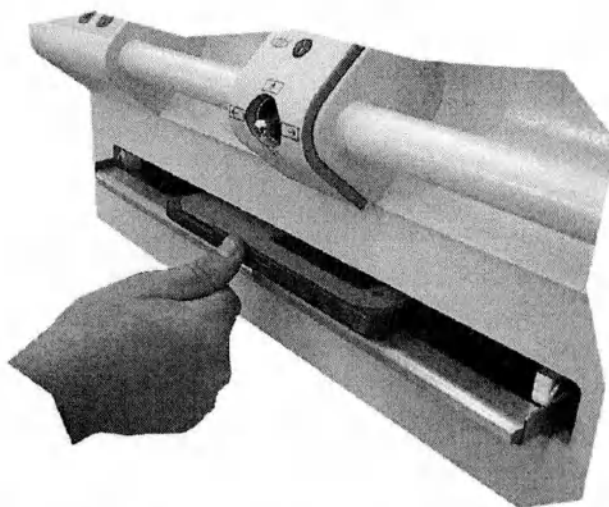

Рисунок 2.6 – Схема загрузки кассеты в кассетодержатель
Загрузка кассеты в кассетодержатель выполняется через специальное отверстие, расположенное на передней стороне ЭСУ (рисунок 2.6).
- кассетодержатель автоматически перемещается от позиции парковки в нужную позицию (рисунок 2.6).